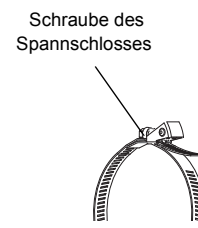

Abb. 9.14: Schnell-Spannschloss mit Spannband
- Legen Sie das Spannband um das Rohr und schieben Sie es durch das Spannschloss (siehe Abb. 9.14).